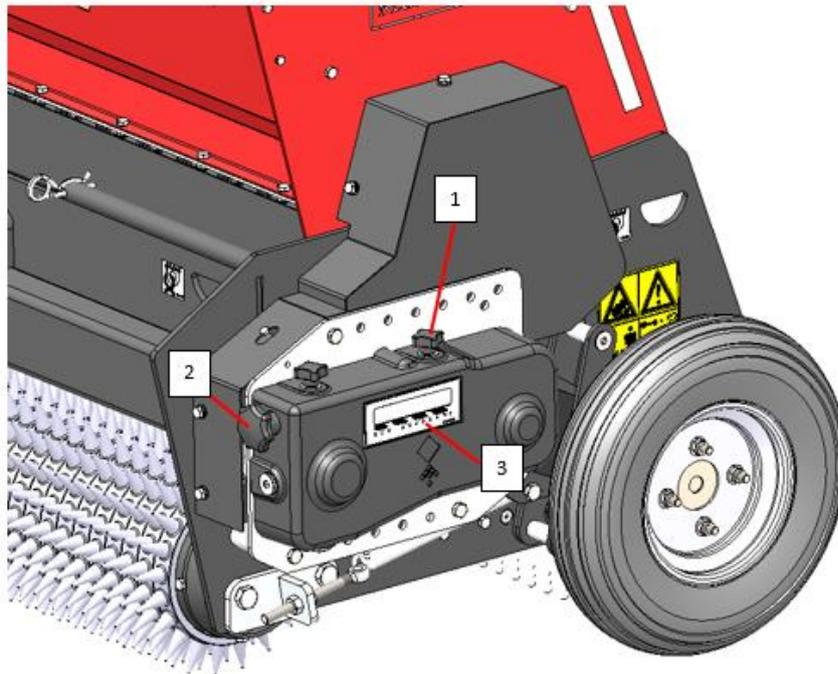

Abbildung 4
1. Lösen Sie die Sternknöpfe (1) (siehe **Abbildung 4**).
2. Drehen Sie am Sternknopf (2), um die Einstellung zu ändern. Die Einstellung können Sie am Aufkleber (3) ablesen.
3. Ziehen Sie die Sternknöpfe (1) wieder an.